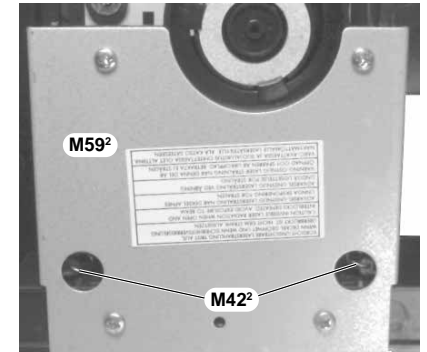

Fig. 18
- Die beiden Federn M42² (Fig. 18) aushängen. Das Ausbauen der Metallplatte M59² erleichtert das Einhängen der Federn M42² (Fig. 18).
- Detach the two springs M42² (Fig. 18). The springs M42² can be attached easier when removing the metal plate M59² (Fig. 18).